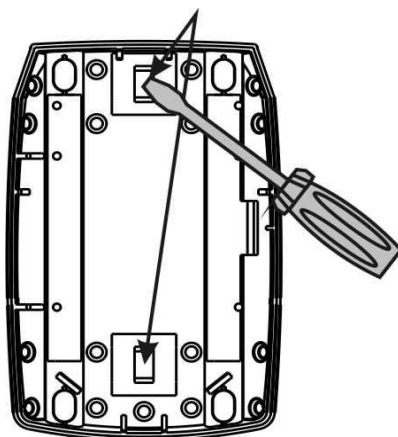

Рисунок 9.5
- выдавить отверткой в основании извещателя заглушку паза для крепления кронштейна (рисунок 9.5):